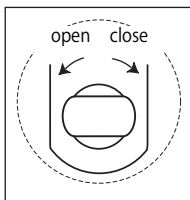

図2 - 逃し弁
4. ポンプハンドルの方形端を使用する前に、逃がし弁のステムを反時計方向に回して弁を開きます(2回以上回さないでください)。図2を参照してください。
NOTICE モデルGBJ020~GBJ100: ジャッキの手持ちハンドルの位置については、図2(番号11)を参照してください。